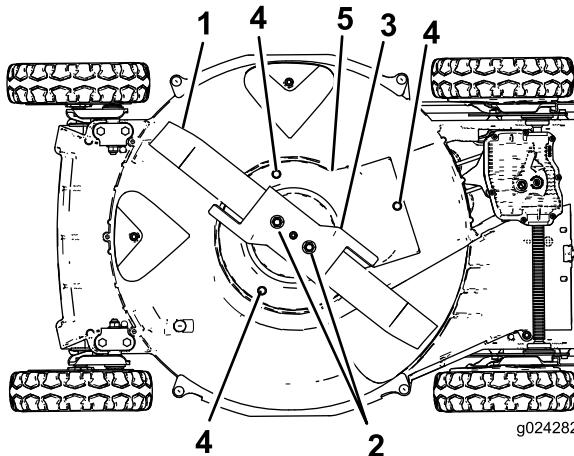

Figura 37
6. Retire as 2 porcas da lâmina, acelerador e lâmina (Figura 37).
7. Retire os parafusos que prendem o resguardo à estrutura do cortador (Figura 37).